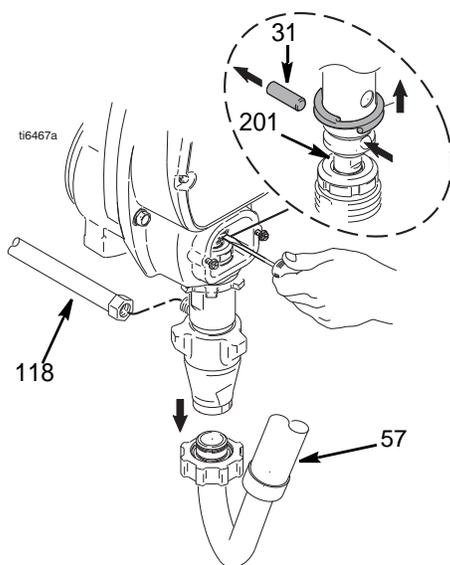

ABB. 16
3. ABB. 16. Die Pumpe so anhalten, dass sich die Kolbenstange (201) am unteren Umschaltpunkt befindet.
5. ABB. 16. Schlauch (118) und Ansaugschlauch (57) abnehmen. Schraubendreher verwenden; Haltefeder nach oben drücken; Stift (31) herausdrücken.